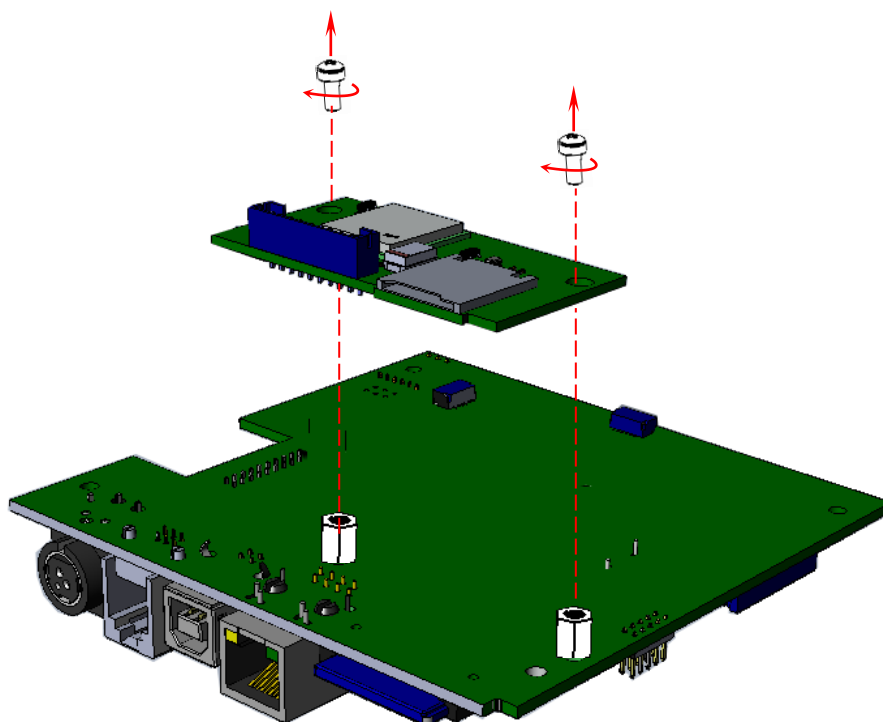

Рисунок 18. Отделение модуля коммуникации от БУ (кабель МК условно не показан)
- **Модуль коммуникации AL.P010.42.000 или AL.P010.43.000** фиксируется на блоке управления (рисунок 18).